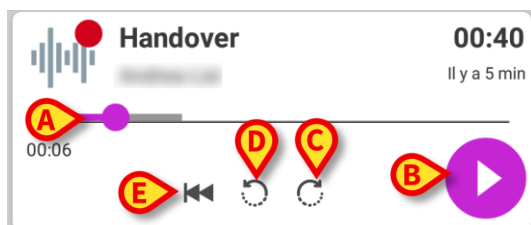
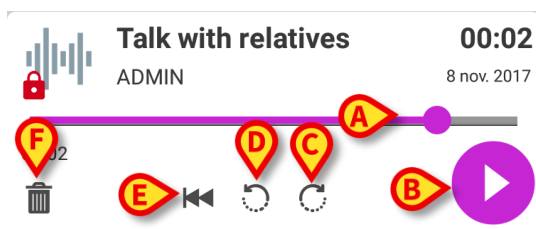
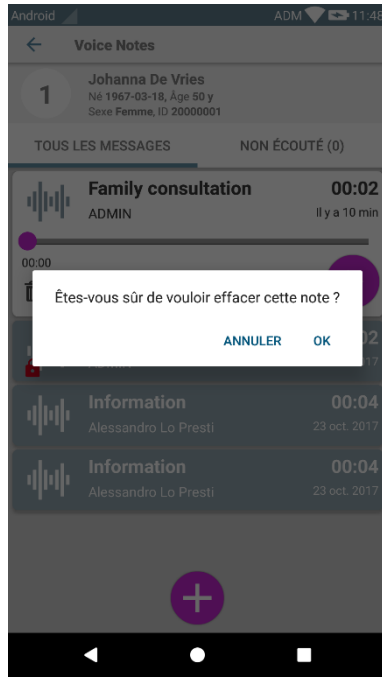

Fig 112 – message vocal non écouté
Fig 113 - message privé, effacé par l'auteur
Fig 114
La mosaïque s'agrandit pour afficher les boutons de commande du lecteur audio (Fig 112 et Fig 113).
- barre d'avancement (Fig 112 et Fig 113 **A**): toucher l'onglet et déplacer à gauche ou à droite pour définir le niveau actuel d'avancement;
- lire le message (Fig 112 et Fig 113 **B**);
- sauter 10 secondes en avant (Fig 112 et Fig 113 **C**);
- revenir 10 secondes en arrière (Fig 112 et Fig 113 **D**);
- revenir au début (Fig 112 et Fig 113 **E**);
- effacer le message (affichage facultatif - Fig 113 **F**).
- ❖ une icône de confirmation (✓) (à la même place que le symbole Fig 113 **F**) le cas échéant, permet de marquer la note comme “écoutée”. Toucher l'icône pour marquer la note comme “écoutée” ;
Les messages vocaux sont automatiquement effacés après leur durée de vie. Les messages effacés ne peuvent pas être récupérés. Seul l'auteur est autorisé à effacer ses messages avant la date d'échéance, en cliquant sur l'icône , située dans l'affichage étendu du message (voir Fig 113). Cette opération exige une confirmation (Fig 114):